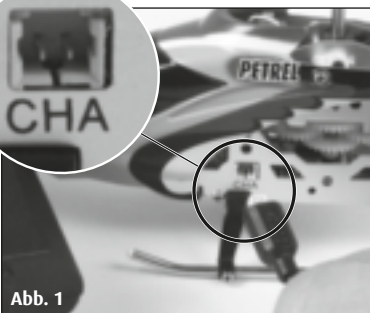

Abb. 1
- Den Stecker des Ladekabels vorsichtig in die Ladebuchse des Helikopters stecken (Abb. 1). Der Stecker muss sich leicht in die Ladebuchse stecken lassen – KEINE GEWALT ANWENDEN. Wird der Stecker nicht richtig in die Ladebuchse gesteckt, kann der Helikopter beschädigt werden und unter Umständen Verletzungsgefahr bestehen.
Der Schubregler (der linke Regler der Fernsteuerung) muss vor dem Einschalten nach unten zeigen. Anschließend den Kontrollschalter der Fernsteuerung auf „ON“ stellen (Abb. 1), dann leuchtet die Power-LED rot.